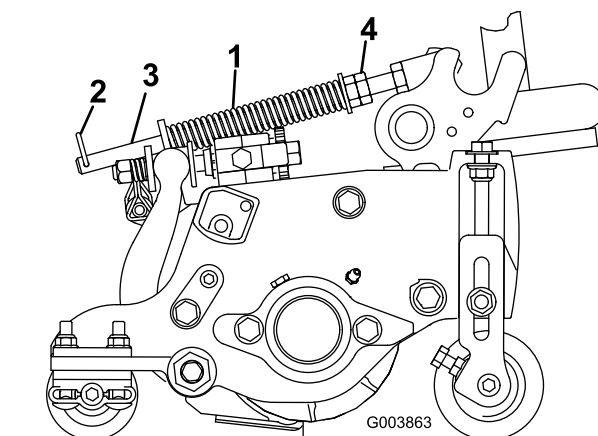

Figura 14
- Aperte as porcas sextavadas na extremidade dianteira da haste da mola até que o comprimento da mola em compressão seja de 12,7 cm (Figura 14).
- Certifique-se de que o contrapino do gancho está instalado no orifício traseiro na haste da mola (Figura 14).